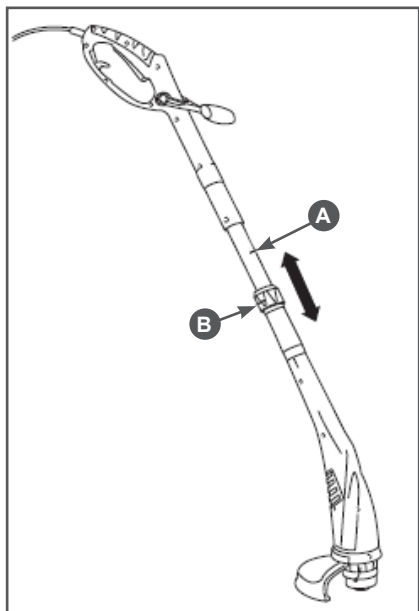

Рис. 3 Регулировка высоты триммера
1. Отрегулировать длину штанги. Для этого ослабьте затяжку фиксатора В и установите требуемую длину телескопической штанги А (Рис. 3). Затяните фиксатор.